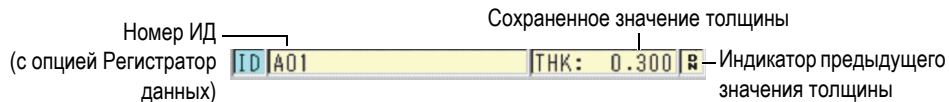

Рис. 3-3 Поле ИД
Поле ИД (при наличии опции Регистратор данных), в верхней части экрана измерений, отображает номер ИД текущего показания толщины и ранее сохраненного значения (см. Рис. 3-3 на стр. 44). Индикатор загрузки (R) появляется в том случае, если ранее сохраненное значение толщины взято из файла, а не является новым полученным значением.